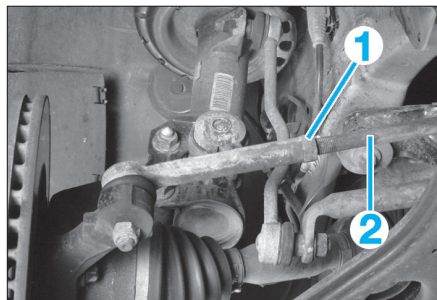

FIG. 1
Le parallélisme se règle par l'allongement ou le raccourcissement symétrique de la longueur des biellettes de direction (2) (fig. 1), après avoir effectué les vérifications préliminaires habituelles et installer le véhicule sur un banc de contrôle de géométrie des trains.
- Desserrer le contre-écrou (1) en tenant la biellette (2).
- Tourner la biellette de direction (2) pour régler le parallélisme.